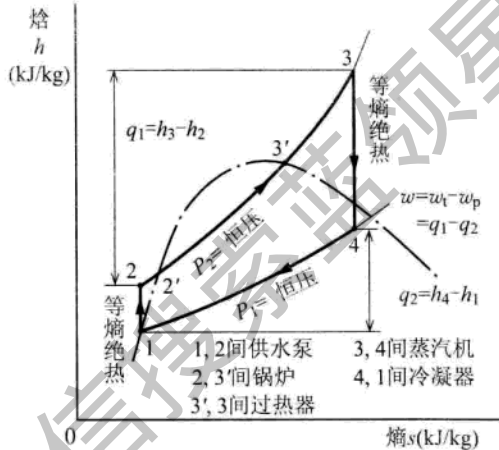

图 1 兰肯循环
$h_1 \sim h_4$: 参见图 1。
◁解▷ 在 $p_1 = 50 \text{ kPa}$, $p_2 = 5 \text{ MPa}$, $t_3 = 500 \text{ °C}$ 下,图 1 中的点 1 是饱和水, $p_1 = 50 \text{ kPa} = 0.05 \text{ MPa}$,根据附录 15 的饱和表查得 $h_1 = h' = 340.564 \text{ kJ/kg}$;点 3 根据附录 16 的压缩水与过热蒸汽表查得 $p_2 = p_3 = 5 \text{ MPa}$ 时, $h' = h_3 = 3433.7 \text{ kJ/kg}$;点 4,由于从点 3 到点 4 是绝热膨胀,所以熵相等。由 $p_4 = p_1 = 50 \text{ kPa}$ 从 $h-s$ 曲线查得 $h_4 = 2427 \text{ kJ/kg}$ 。将这些已知量代入式②得